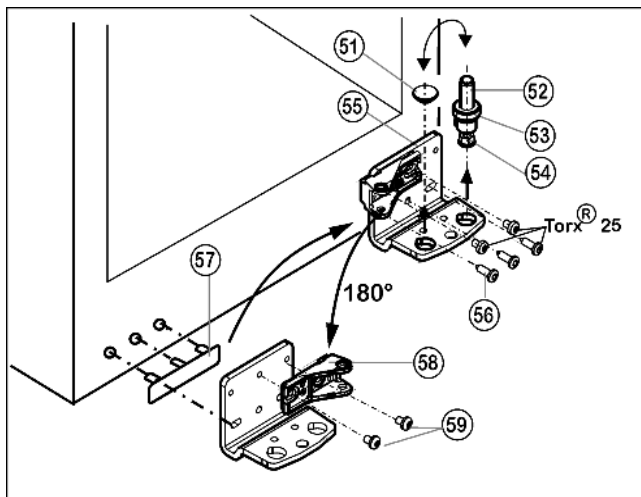

Fig. 15
- Извлеките опорный винт Fig. 15 (52) в комплекте с шайбой Fig. 15 (53) и регулируемой опорой Fig. 15 (54), вытягивая его вверх.
- Снимите пробку Fig. 15 (51).
- Открутите Fig. 15 (56) опорный кронштейн Fig. 15 (55).
- Открутите опорную деталь Fig. 15 (58) и снова прикрутите внутри с поворотом на 180°.
- Осторожно снимите и переставьте на противоположную сторону крышку со стороны ручки Fig. 15 (57).
- Снова прикрутите нижний опорный кронштейн Fig. 15 (55) на новой стороне шарнира (с моментом 4 Нм). При необходимости используйте аккумуляторный шурупверт.
- Переставьте пробку Fig. 15 (51) в свободное отверстие.
- Вновь установите опорный винт Fig. 15 (52) в комплекте с шайбой и регулируемой опорой. При этом фиксатор должен быть направлен назад.
- ▶ Установите дверь сверху на опорный палец Fig. 15 (52).